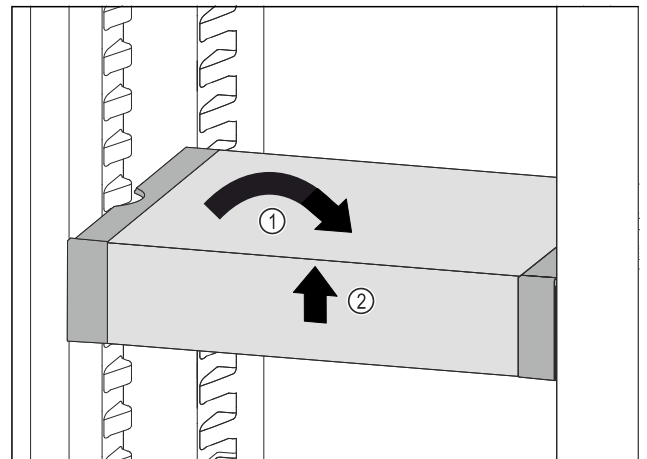

Fig. 87
- Collocare VarioSafe in maniera dritta. Fig. 87 (1)
- Sollevare VarioSafe dal lato anteriore. Fig. 87 (2)